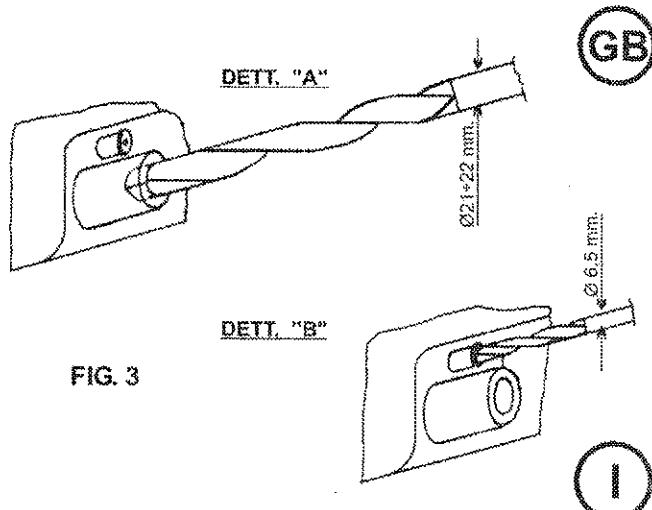

FIG. 3
Anschliessend das Öffnungsloch wie in Detail A-B Abb. 3 gezeigt
- 4.2. ausführen.Auf dem Tank eine Bohrung mit Ø 21+22mm an einer der vorgesehenen Stellen (siehe Abb. 3) ausführen, um den Adapter für den Wasserauslaß (n. 3, Abb. 1-2) einzusetzen und den Tank wie in Abb. 4A montieren (der Tank ist bereits für die Montage des Gummiträger-Adapters auch im Oberteil wie in Abb. 4B vorgesehen).
- 4.3. Den Tank wie in Abb. 3 auf dem Boden des Fahrzeugs befestigen.
- 4.1. Une fois que l'on a choisi la position de montage, il faut decider l'emploi de la goulotte droite ou gauche du reservoir. Par la suite effectuer l'ouverture de cette derniere comme l'indique le detail A-B de la figure 3.
- 4.2. Sur le reservoir, sur un des points choisis (voir fig. 3), percer un trou de Ø 21+22mm pour introduire le raccord pour embout sortie d'eau (n. 3, fig 1-2) et effectuer le montage comme l'indique la fig. 4A. (le reservoir est prepare pour le montage du raccord pour embout egalemennt dans la partie superieure, voir 4B).
- 4.3. Fixer le reservoir au sol comme l'indique la fig. 3.
- 4.2. Now open the valve as shown in detail A-B, fig. 3
- 4.3. Drill a 21+22 mm. Ø hole at one of the prepared points on the tank (see fig. 3) to insert the hose fitting for the water outlet (no. 3, fig. 1-2) and fit as shown in fig. 4A (the tank has been prepared to enable the hose connection to be fitted also at the top, see fig. 4B).
- 4.1. Stabilità la posizione di montaggio, scegliere se utilizzare il bocchettone del serbatoio destro o sinistro. Quindi: eseguire l'apertura dello stesso come mostrato nel dettaglio A-B fig. 3.
- 4.2. Sul serbatoio, in uno dei punti predisposti(vedi fig. 3) eseguire una foratura di Ø 21+22 mm. per inserire il raccordo per portagomma uscita acqua (il serbatoio è predisposto per il montaggio del raccordo per portagomma anche nella parte alta, vedi fig. 4B).
- 4.3. Eseguire il fissaggio al pavimento del mezzo come in fig. 3.